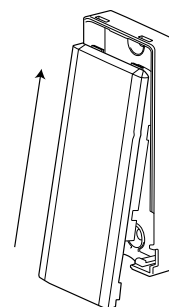

Figura 7: Fechamento da tampa do dispositivo
4. Prenda as tampas no dispositivo e na base do ímã. Ver Figura 7.